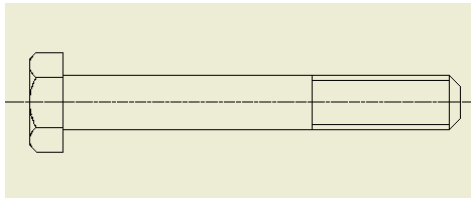

图 12-5 标准螺纹工程图样式
由于我们创建的螺纹是真实的螺纹，而不是使用 Inventor 的螺纹工具创建的，所以在生成工程图的时候不会生成如图 12-5 所示的标准螺纹工程图样式。在设计螺栓的时候为了使得零件更加真实我们采用了切削真实螺纹的方法，如果在实际设计过程中需要在工程图中正确的表达螺纹，可以选择【螺纹】工具创建以“贴图”形式表达的螺纹。
①对于螺栓的主视图，单击【标注】标签栏【符号】面板上的【对分中心线】工具按钮，然后选择螺栓体的两条水平方向的轮廓线，则创建螺栓零件的中心线，如图 12-5 中的主视图所示。